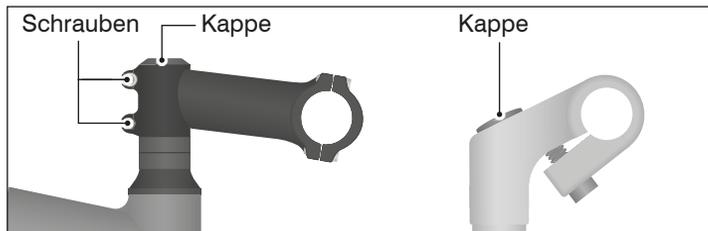

Abb.: E-12 Lenkervorbau in sogenannter Ahead-Set-Bauweise (links) und als Schaftvorbau (rechts).
1. Nehmen Sie die Kappe an der Oberseite des Lenkervorbau nach oben hin ab (siehe Abb.: E-12, rechts).
1. Nehmen Sie die Kappe an der Oberseite des Lenkervorbaus nach oben hin ab (siehe Abb.: E-12, links).